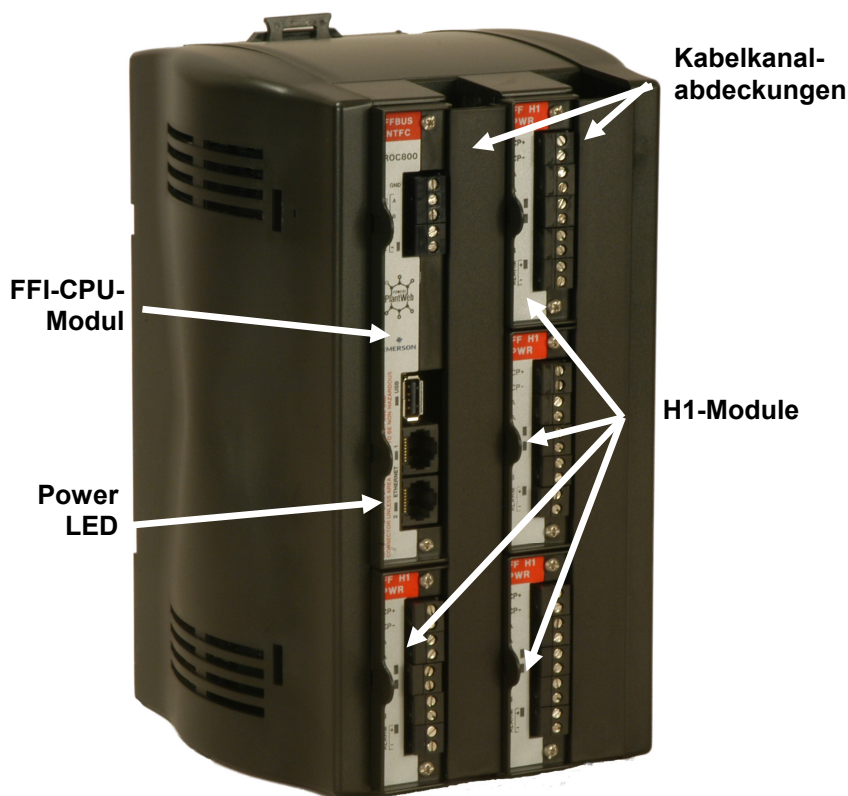

Abbildung 13. FOUNDATION Fieldbus-Schnittstelle
3. Drücken Sie die Kabelkanalabdeckungen in ihre Position über den Kabelkanälen, sobald die Verdrahtung der Klemmenleisten vollständig ist. Siehe *Abbildung 13*.
4. Legen Sie Spannung an der FFI an. DIE LED-Stromanzeige an der FFI (siehe *Abbildung 13*) sollte grün leuchten um anzuzeigen, dass die Spannung korrekt ist.